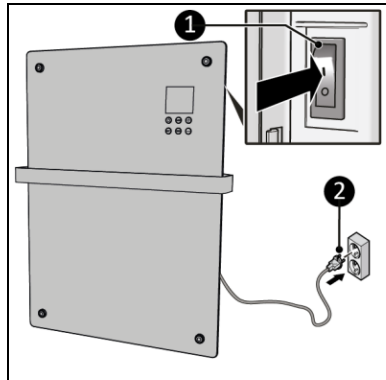

Abbildung 14
2. Stellen Sie sicher, dass sich der EIN/AUS-Schalter in der AUS-Position befindet (Abbildung 14, Pos. 1).
3. Stecken Sie den Netzstecker (Abbildung 14, Pos. 2) in eine leicht zugängliche geerdete Steckdose. Verwenden Sie eine geerdete Steckdose mit einer Mindestleistung von 1200 Watt.